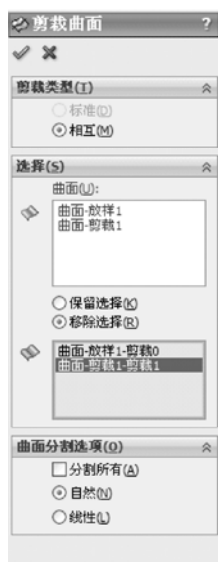

图 9-115 “剪裁曲面”属性管理器
(11) 裁剪曲面。选择菜单栏中的“插入”→“曲面”→“剪裁曲面”命令，或者单击“曲面”工具栏中的（剪裁曲面）按钮，此时系统弹出如图 9-115 所示的“剪裁曲面”属性管理器。在属性管理器中选择剪裁类型为“相互”，在视图图中选择拉伸曲面和旋转曲面为剪裁曲面，选择如图 9-115 所示的面为移除曲面。单击属性管理器中的（确定）按钮，结果如图 9-116 所示。